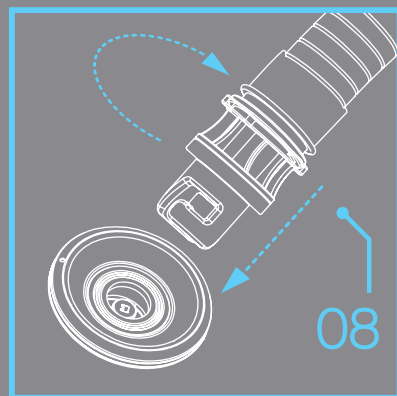

Figura 2.
Conecte la **llave de aire (8)** a la **válvula de inflado en su SUP**. Presione firmemente la llave de aire hacia adentro y gírelo hacia la derecha para asegurar la conexión (**Figura 2**).